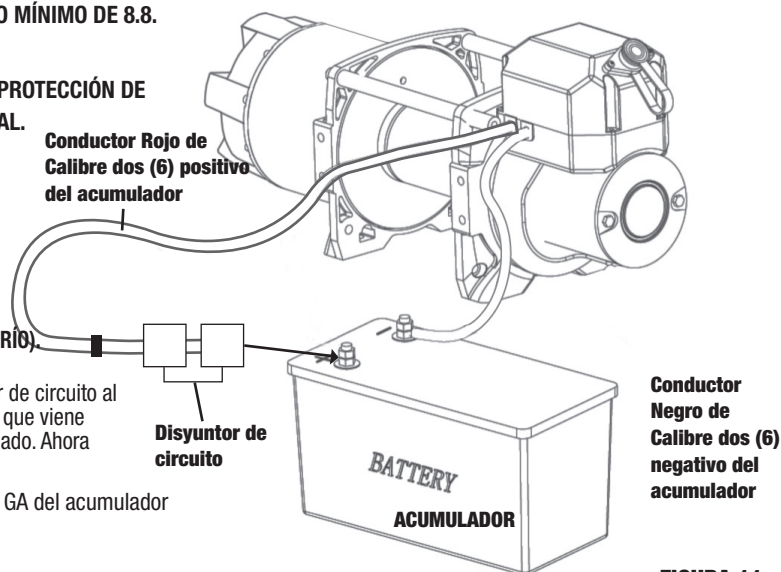

FIGURA 11
Paso 2 Siga el diagrama de conexión eléctrica (FIGURA 11). Atornille el disyuntor de circuito al extremo del terminal del conductor Rojo de Calibre 6 GA del acumulador que viene conectado desde la fábrica al conjunto de conmutación de solenoide sellado. Ahora conecte el disyuntor de circuito al terminal positivo del acumulador.